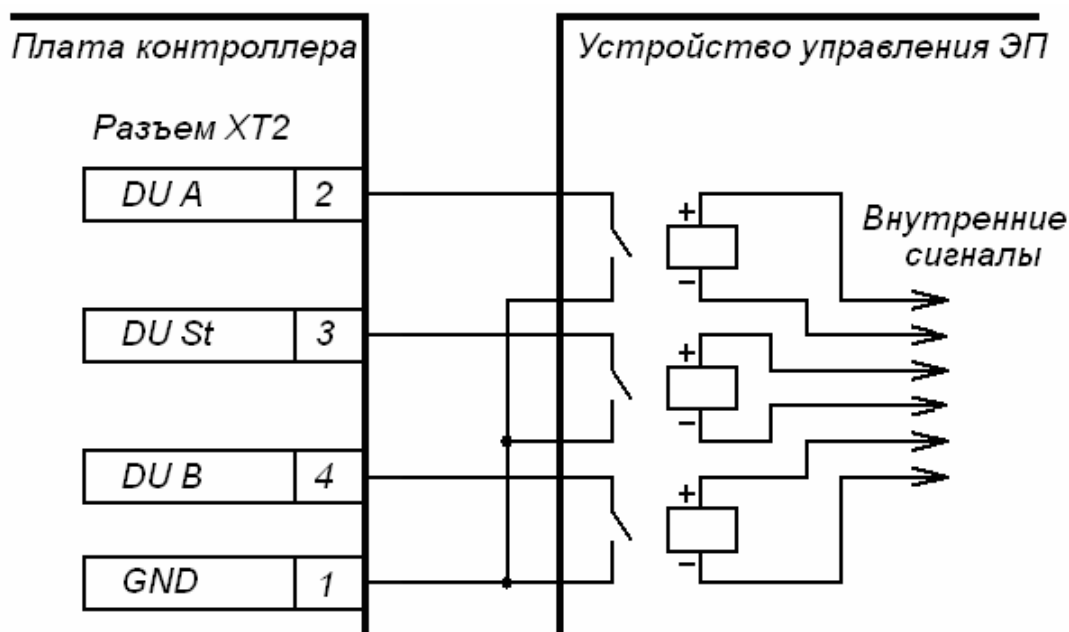

Рисунок 5 Управляющие элементы устройства управления ЭП: нормально разомкнутый контакт реле
5.4.2 Управление ЭП осуществляется подачей на контакты клеммной колодки “XT2” платы контроллера DUA, DUS_t и DUB сигнала низкого уровня относительно контакта GND, при этом управляющим элементом могут быть нормально разомкнутый контакт реле или схема с открытым коллекторным выходом (см. рис. 5 и 6).